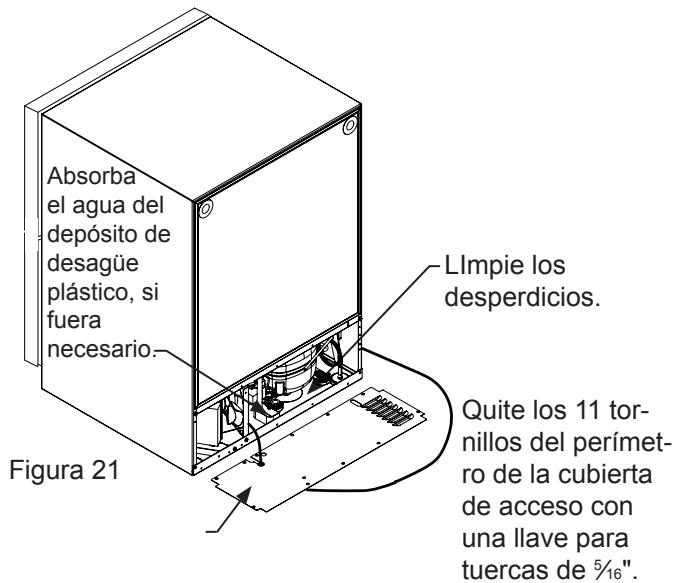

Figura 21
10. Quite la cubierta de acceso posterior (vea la Figura 21) y limpie la suciedad y desperdicios del compartimiento de la máquina mediante un cepillo y una aspiradora.